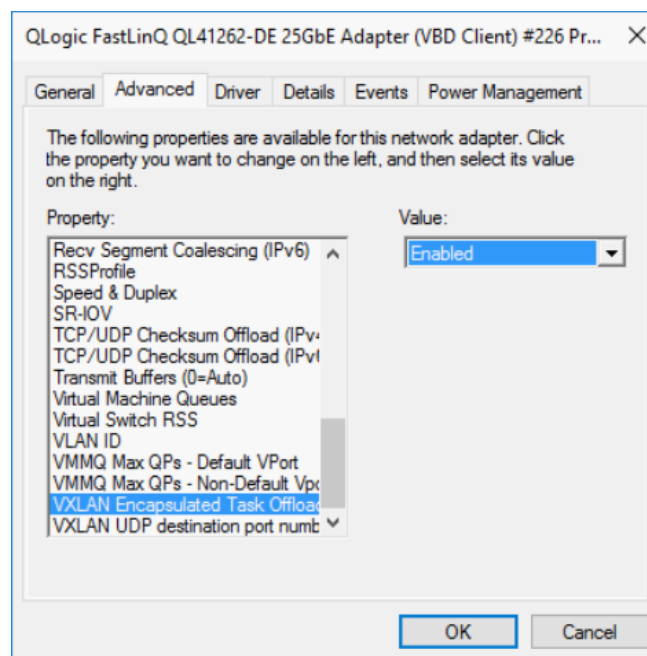

Figure 13-17. Propriétés avancées : Activation de VXLAN
2. Sur la page Propriétés avancées (Figure 13-17), sous **Propriété**, sélectionnez **Déchargement de tâches d'encapsulation VXLAN**.